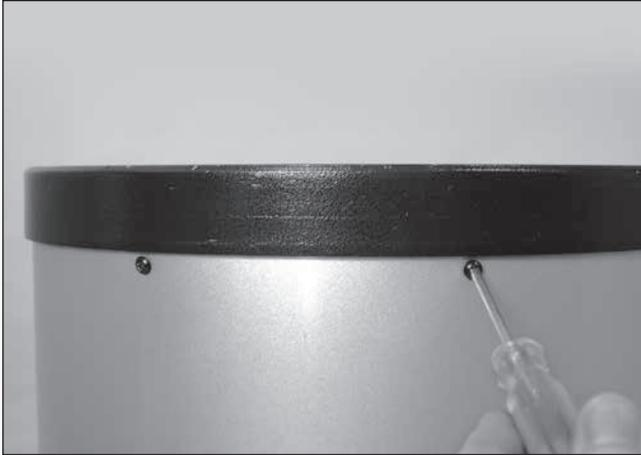

Figure 18. Pour retirer la bague d'extrémité arrière, dévissez les huit vis qui la fixent au tube.
1. Pour installer le miroir dans le tube optique, la bague d'extrémité arrière fixée à la section inférieure du tube optique doit être retirée. Commencez par dévisser et retirer les six vis cruciformes qui relient la bague d'extrémité au tube (**Figure 18**), puis dégagez-la du tube.